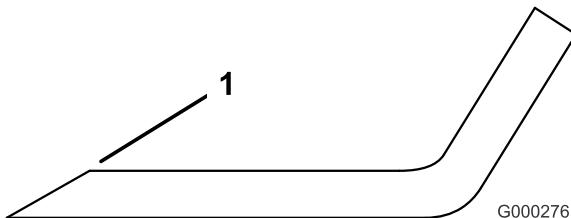

Figure 68
1. Au moyen d'une lime, aiguissez les tranchants aux deux extrémités de la lame (Figure 68). Veillez à conserver l'angle de coupe d'origine. Limez la même quantité de métal sur chacun des deux tranchants pour ne pas déséquilibrer la lame.